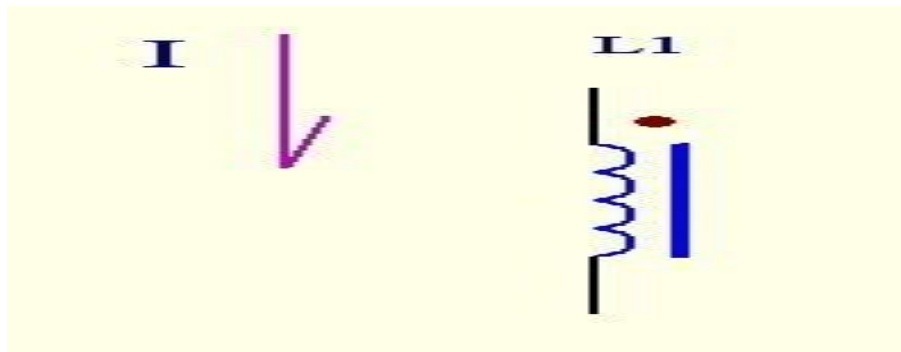

图 2
- 1、电感特性：当电感里流入电流 I 时电感会在电流方向产生反向电动势如图 2 所标电感 L1 上端有个点那个点就是反向电动势产生的（只是个标志，不代表这个点就是正极或者负极）和流入电流方向相反。